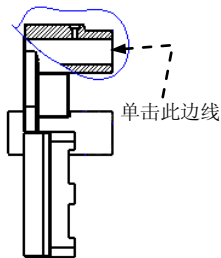

图 11.2.8 操作过程（一）
(1) 在“绘图视图”对话框的 **类别** 区域中选择 **截面** 选项；将 **截面选项** 设置为 **2D 横截面**，然后单击 **+** 按钮；在 **名称** 下拉列表选取剖截面 **B**，在 **剖切区域** 下拉列表中选择 **局部** 选项；单击图 11.2.8 所示的视图上的边线，绘制图中所示的局部区域的边界，当绘制到封闭时，单击鼠标中键结束绘制，然后单击 **应用** 按钮。